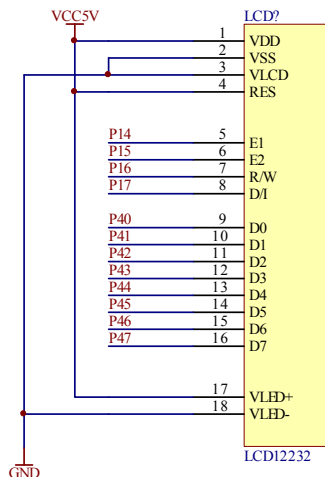

图 20 LCD 扩展模块接线图
10) LCD 液晶屏扩展模块。本学习板配套的 CM12232 图形点阵液晶屏是接在扩展插座上的，占用 P1.4~P1.7 和 P4 口。LCD 扩展接线如图 20 所示。关于 LCD 模块的资料参考光盘里的相关文档。